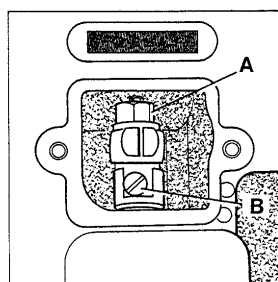

Fig. 12
To change the stitch length, remove the cover plate located below the serial number of the machine. Loosen lock nut (A, Fig. 12) and turn stitch length adjusting screw (B) clockwise to shorten stitch or counterclockwise to lengthen it. After adjustment, retighten lock nut (A) and replace the cover plate.
Zum Verändern der Stichlänge entfernen Sie den Deckel unter der Seriennummer der Maschine. Lösen Sie die Mutter (A, Fig. 12) und drehen die Stichlängensstellschraube (B) im Uhrzeigersinn, um den Stich zu verkürzen oder im Gegenuhrzeigersinn, um ihn zu verlängern. Ziehen Sie die Mutter (A) nach dieser Einstellung wieder an und schrauben den Deckel wieder auf.